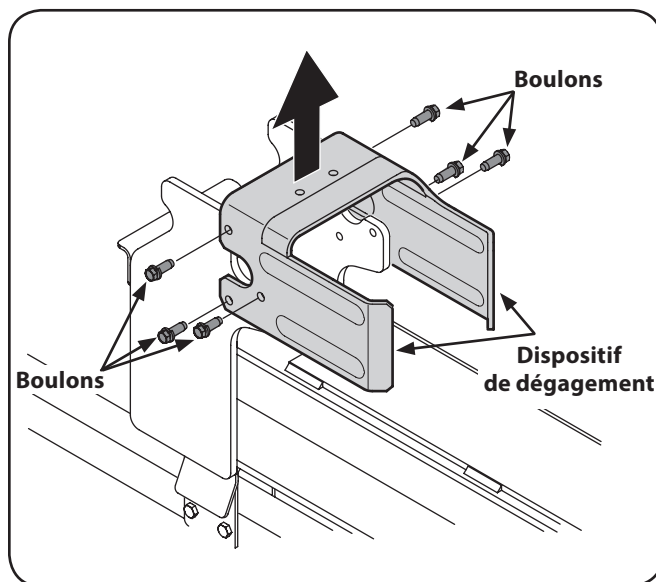

Figure 3-4
14. Enlevez les six boulons pour retirer le dispositif de dégagement du support de la poutre. Voir Figure 3-4.
17. Placez le dispositif de dégagement par-dessus le coin de fendage et fixez-le aux supports soudés avec la quincaillerie retirée à l'étape 15. Voir Figure 3-4.